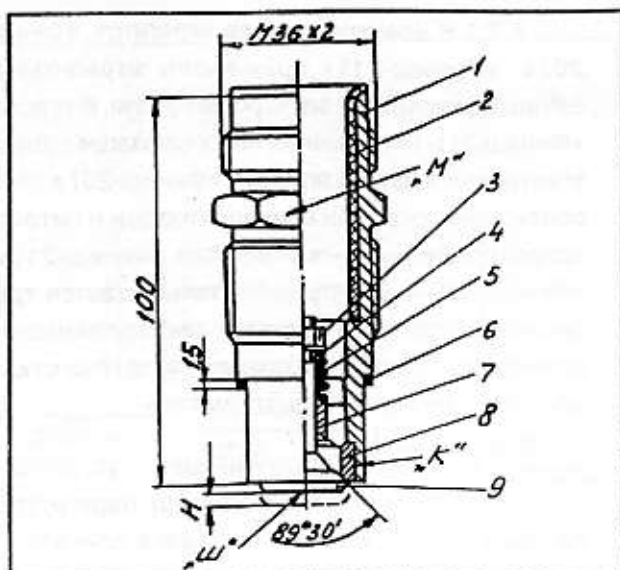

Рис. 9
Рис. 9 Всасывающий клапан в сборе: агрегата «Финиш-207» (0.169-243), агрегата «Финиш-211», «Финиш-211-1» (0.190-243). 1 - корпус (0.169-356), 2 - втулка входная (0.010-765), 3 - гайка (12.11.0300.00), 4 - шайба (99-2.01.01), 5 - пружина всасывающего клапана (0.010-763), 6 - кольцо уплотнительное (0.010-764), 7 - направляющая (0.034-506), 8 - седло всасывающего клапана (0.169-407), 9 - шток (с конусом клапана в сборе (10-2.52.00), «к» - клей уплотнительный, «н» - ход клапана: $1,5 \pm 0,1$ мм для насоса «Финиш-207», 2 — 0,2 мм для насоса «Финиш-211», «Финиш-211-1», «м» - место маркировки, «ш» - шестигранник внутренний
5.2.6. Всасывающий клапан (рис. 9). Седло и конус клапана выполнены из износостойких материалов. Седло запрессовано в корпус на клей. Конус припаян к штоку. Корпус клапана герметизируется пластмассовым уплотнительным кольцом. Всасывающие клапаны агрегатов «Финиш-207», «Финиш-211» и «Финиш-211-1» отличаются регулировкой хода клапана. Клапан маркируется индексом «169М» (для агрегата «Финиш-207») и индексом 190 (для агрегатов «Финиш-211» и «Финиш-211-1»).